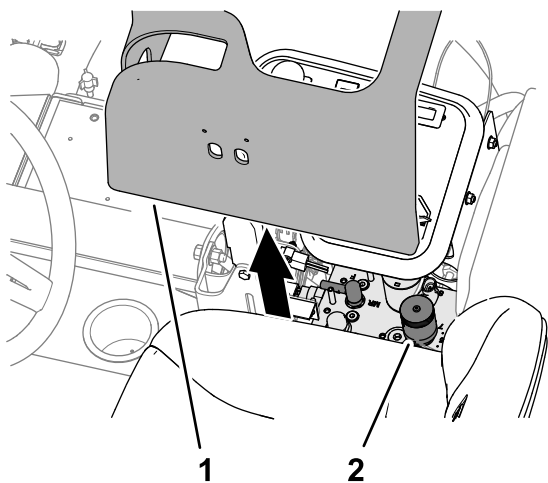

Рисунок 49
2. Поднимите крышку с рычага управления (Рисунок 49).